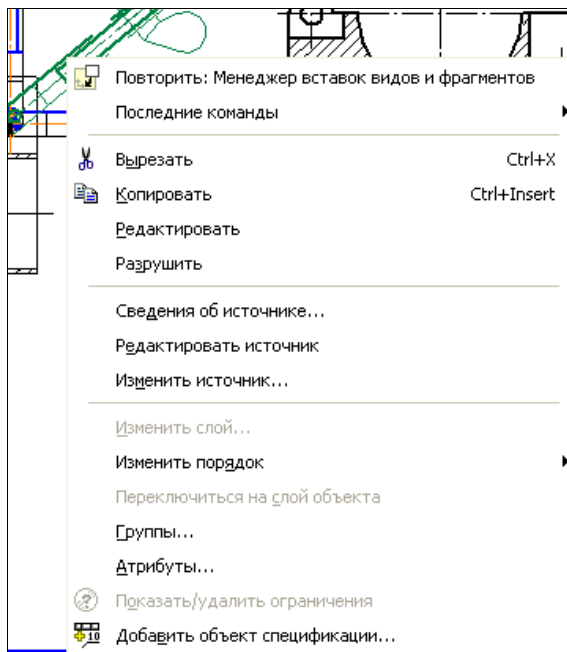

Рис. 20.8. Контекстное меню управления фрагментами
- ◆ вызовите ПК мыши контекстное меню (рис. 20.8) и выберите команду **Редактировать источник**. Система откроет файл фрагмента-источника или локальный фрагмент;